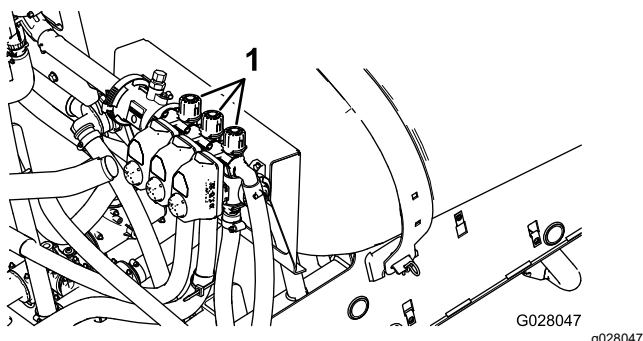

Figure 85
- Placez la commande de section gauche en position désactivée et tournez le bouton sur la vanne de dérivation section gauche (Figure 85) jusqu'à ce que la pression indiquée corresponde à celle réglée précédemment (généralement 2,75 bar ou 40 psi).
- Tournez le bouton de la vanne de dérivation de la section droite (Figure 85) jusqu'à ce que la pression indiquée corresponde à celle réglée précédemment (généralement 2,75 bar ou 40 psi).
- Tournez le bouton de la vanne de dérivation de la section centrale (Figure 85) jusqu'à ce que la pression indiquée corresponde à celle réglée précédemment (généralement 2,75 bar ou 40 psi).